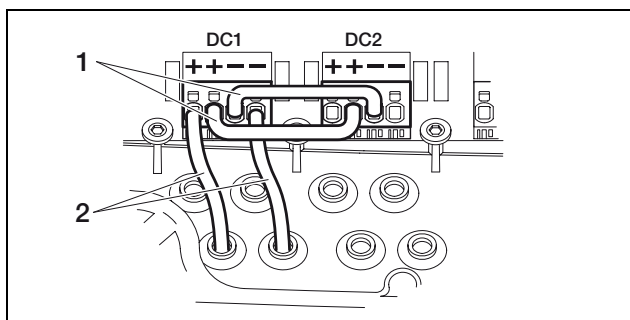

Abbildung 21: Eingang 1 und 2 parallel geschaltet (PIKO 8.3/10.1)
- PIKO 4.2/8.3/10.1: Falls vorgesehen, schalten Sie jetzt Eingang 1 und 2 **parallel**. Stecken Sie dazu die mitgelieferten Brücken wie gezeigt (Abbildung 21) in die Klemmen.